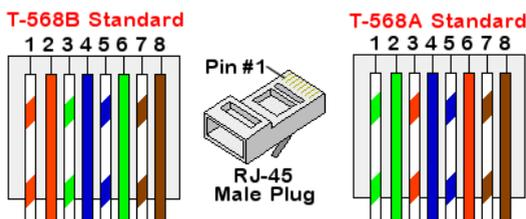

Figure 31: Câblage standard
- c. Insérer les huit fils dans le connecteur RJ45, comme décrit à la Figure 31.
- e. Branchez le câble Ethernet sur le port RJ45 de la carte de communication comme indiqué dans la Figure 31.